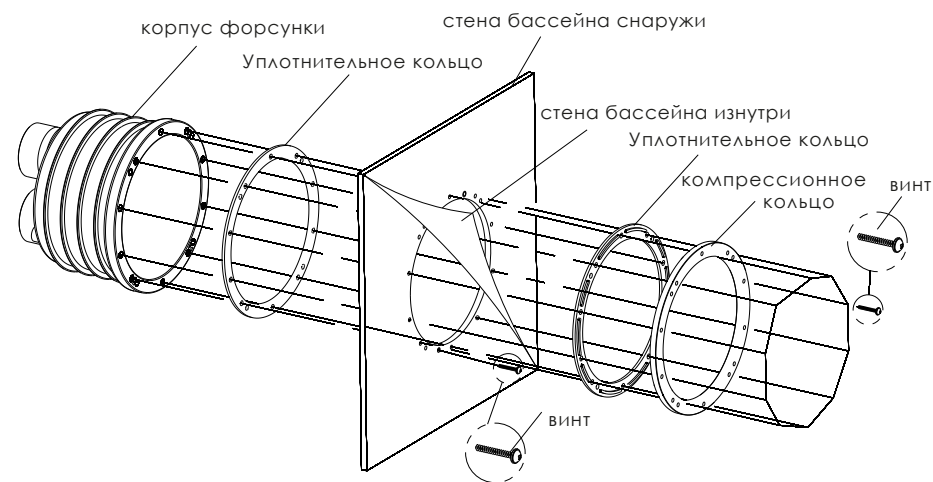

Рисунок 6
- b) Закрепите пластиковое кольцо и наружный корпус с помощью 2 винтов М6*20 (отверстие 3 на рисунке 5), а затем прикрепите пластиковое кольцо и кольцо для установки в бассейнах из стекловолокна с помощью 10 винтов М6*45. (Рисунок 6)